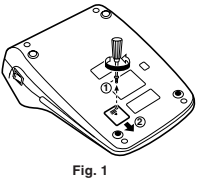

Fig. 1
- Retirez le couvercle du logement de la pile, au dos de l'appareil. (Fig. 1)